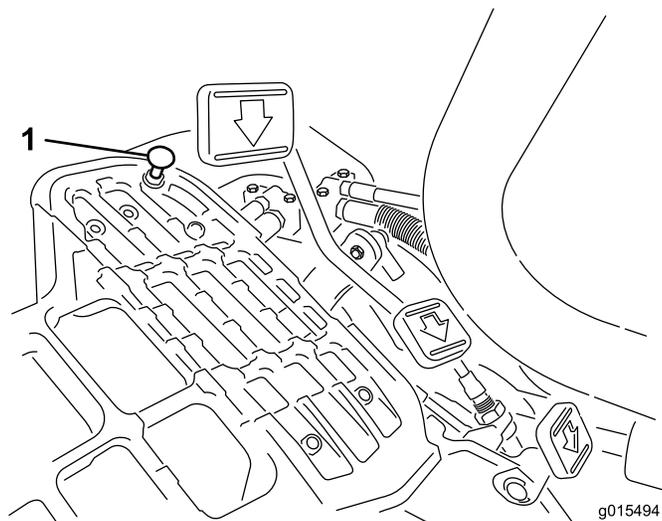

Рисунок 49
Для получения максимальной транспортной скорости переведите рычаг функционального управления в транспортное положение и нажмите на педаль тяги. Если педаль тяги касается упора (**Рисунок 49**) до того, как на тросике будет ощущаться натяжение, требуется регулировка:
1. Переведите рычаг функционального управления в транспортное положение и ослабьте зажимную гайку крепления упора педали на полу (**Рисунок 49**).